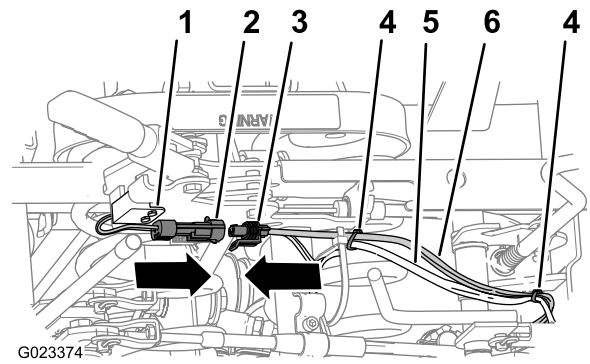

Figure 29
- Acheminez la branche du faisceau du kit munie du connecteur à 2 broches vers l'avant jusqu'au contacteur de frein de stationnement (Figure 29) que vous avez installé à la section 5 Pose du contacteur de frein de stationnement (page 7).